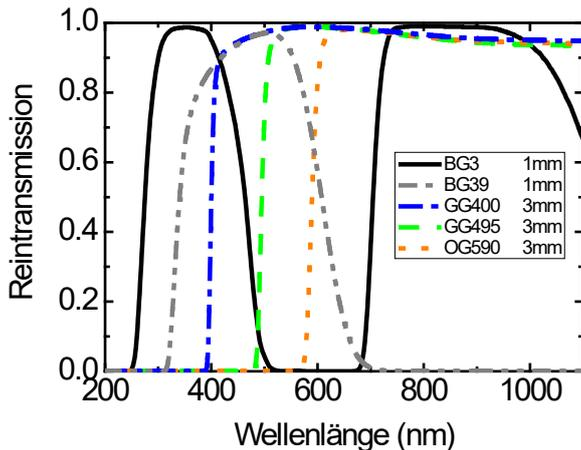

Abb. 2: Reintransmissionsgrad für verschiedene Filter als Funktion der Wellenlänge. Daten aus Ref. [5].
3.2 *Chromatische Aberration* – Bestimmen Sie die Brennweite einer dünnen Plankonvexlinse ($f \approx 83$ mm) für drei verschiedene Farben. Nutzen Sie für den Abstand von der Linse zum Dia ungefähr $s = -100$ mm. Es stehen Ihnen 5 verschiedene Farbfilter zur Verfügung (drei Kantenfilter und zwei Bandfilter). Kombinieren Sie jeweils zwei davon, um drei Bandpassfilter mit Maxima bei etwa 400, 500 und 600 nm zu erzeugen (siehe Abb. 2). Messen Sie für die drei Farben jeweils die Brennweite der dünnen Linse aus, indem Sie ein Dia scharf abbilden. Um die Genauigkeit zu erhöhen, wiederholen Sie jede Messung 5 Mal. Überprüfen Sie Ihre Ergebnisse. Entsprechen sie Ihren Erwartungen? Führen Sie eine Messung der Brennweite auch ohne Farbfilter mit weißem Licht durch.